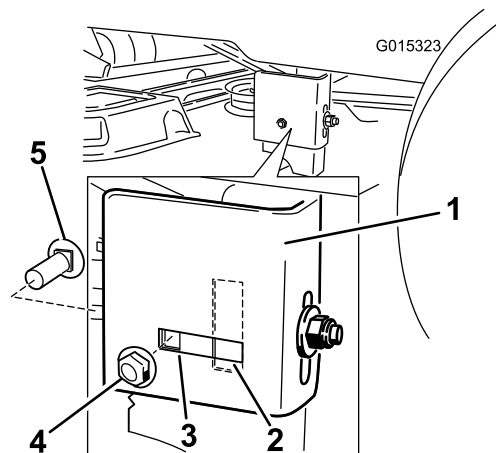

Figure 49
7. Passez au côté gauche de la machine. Vérifiez si le boulon de carrosserie latéral se trouve dans l'emplacement fixe ou allongé (Figure 49).